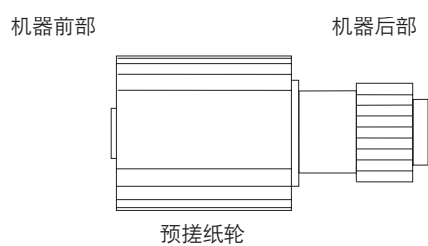

图 1-6-6
- 在安装预搓纸轮时，请按照图 1-6-6 所示将其正确定位。